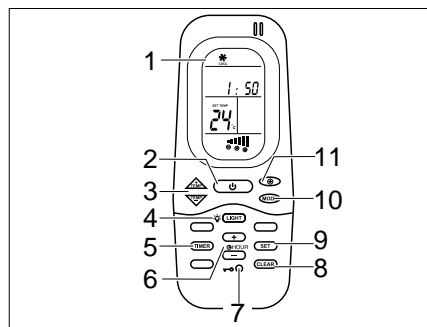
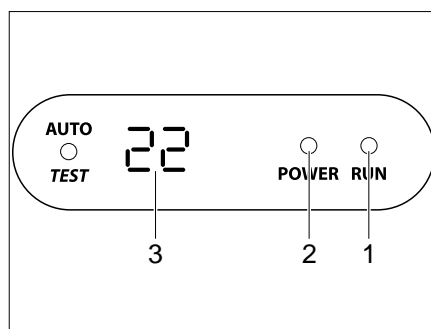

Bild 307 Fernbedienung
Bild 308 Display am Diffusor
Die Klimaanlage ist auf dem Dach des Fahrzeugs angebracht. Die Fernbedienung (Bild 307) für die Klimaanlage befindet sich im Küchenbereich.
- Fahrzeug an die 230-V-Versorgung anschließen. Die Klimaanlage ist betriebsbereit. Die LED (Bild 308,2) am Display des Diffusors leuchtet rot.
- Zum Einschalten den Ein-/Ausschalter (Bild 307,2) auf der Fernbedienung drücken. Die LED (Bild 308,1) leuchtet grün, wenn die Klimaanlage im Kühlbetrieb arbeitet. Die LED (Bild 308,1) leuchtet rot, wenn die Klimaanlage im Heizbetrieb arbeitet.
- Die gewünschte Betriebsart mit der Taste MODE (Bild 307,10) einstellen.
- Bei Bedarf mit der Taste (Bild 307,11) die gewünschte Gebläsestufe und mit den Tasten (Bild 307,3) die Raumtemperatur einstellen.
- Zum Ausschalten den Ein-/Ausschalter (Bild 307,2) auf der Fernbedienung erneut drücken.
- Zum Programmieren die Klimaanlage mit dem Ein-/Ausschalter (Bild 307,2) auf der Fernbedienung einschalten.
- Taste TIMER (Bild 307,5) drücken. Die ON-Anzeige der Startzeit wird aktiviert.
- Mit den Tasten TEMP (+/-) (Bild 307,3) die Uhrzeit einstellen.
- Erneut die Taste TIMER (Bild 307,5) drücken. Die OFF-Anzeige der Startzeit wird aktiviert.
- Erneut die Taste TIMER (Bild 307,5) drücken.
- Am Ende der Einstellung die Taste SET (Bild 307,9) drücken.
- Um die Timer-Programmierung zu löschen, Taste CLEAR (Bild 307,8) drücken.